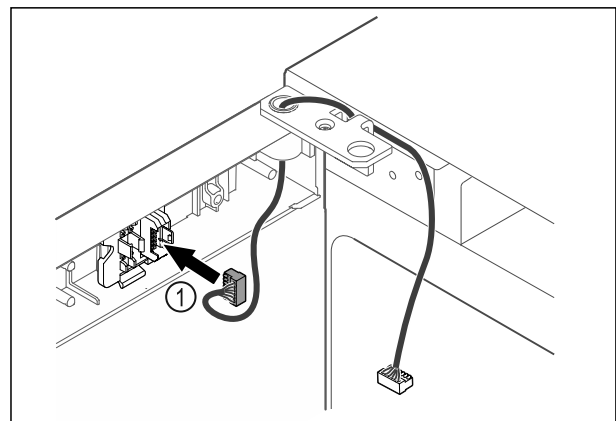

Fig. 48
- ▶ Inserire il connettore Fig. 48 (1) nel porta-connettore.